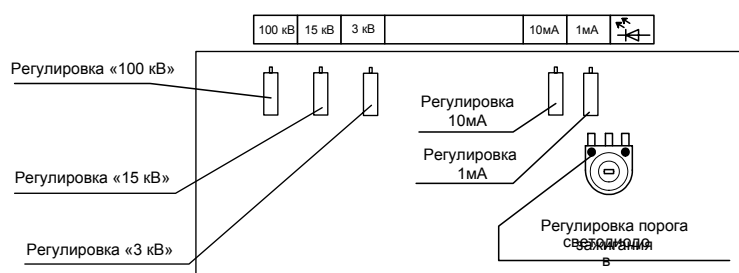
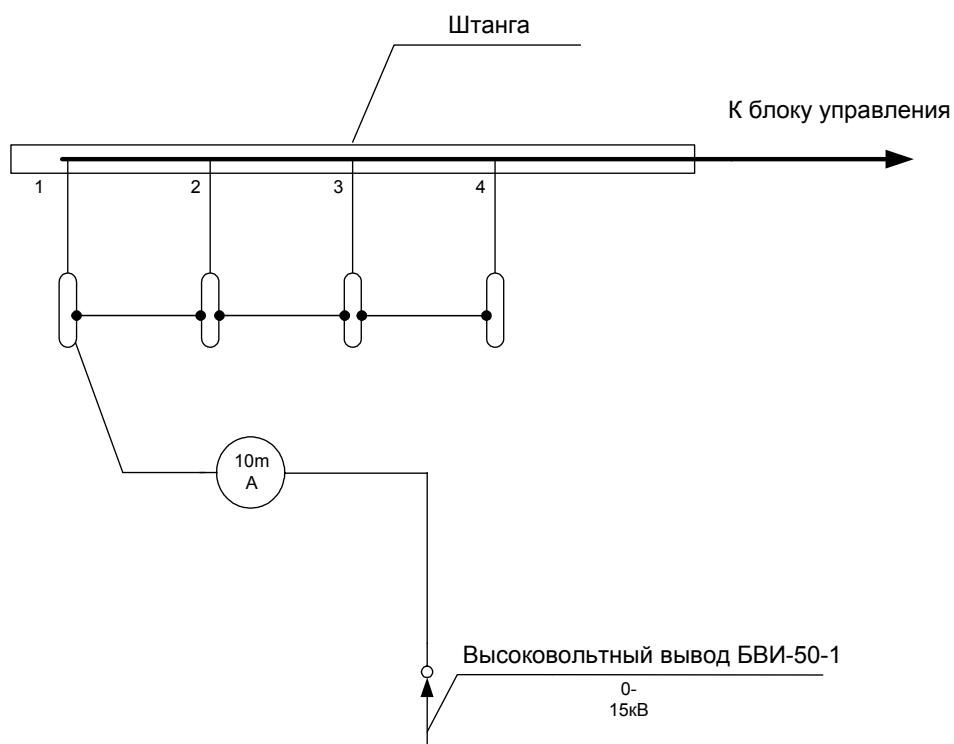

Рис. 2. Схема размещения регулировочных резисторов на плате A2 (Узел управления 2) блока управления.
Рис.3. Схема подключения блока БВИ-50-1 при калибровке порога зажигания светодиодов.
- Отрегулировать показания киловольтметра стенда регулировочным резистором «3кВ», расположенным на плате А2 блока управления (см. рис.2). Плата закреплена на правой боковине блока управления.
- Отрегулировать показания киловольтметра стенда регулировочным резистором «15кВ», расположенным на плате А2 блока управления (см. рис.2). Плата закреплена на правой боковине блока управления.
- Включить сектор стенда - «100кВ» и установить напряжение **50 кВ**, контролируя его значение **по образцовому киловольтметру**. Киловольтметр стенда должен показывать **100 кВ**. При необходимости отрегулировать показания киловольтметра стенда регулировочным резистором «100 кВ», расположенным на плате А2 блока управления (см. рис.2). Плата закреплена на правой боковине блока управления.
- Установить необходимое значение выходного тока **по образцовому миллиамперметру** в пределах 0 – 1 мА. **При нажатой кнопке** произвести регулировку миллиамперметра стенда регулировочным резистором «1мА», расположенным на плате А2 (см. рис.2). Плата закреплена на правой боковине блока управления.
- Установить необходимое значение выходного тока **по образцовому миллиамперметру** в пределах 0 – 10 мА. При необходимости произвести регулировку миллиамперметра стенда регулировочным резистором «10мА», расположенным на плате А2 (см. рис.2). Плата закреплена на правой боковине блока управления.
- Собрать схему, изображенную на рис.3. Переключателем «Ток утечки» включить любой из каналов «1» - «4». Включить сектор «15кВ». Установить выходной ток **6,0 мА**. Резистором, расположенным на плате А2 (см. рис.2) отрегулировать порог зажигания светодиода включенного канала.